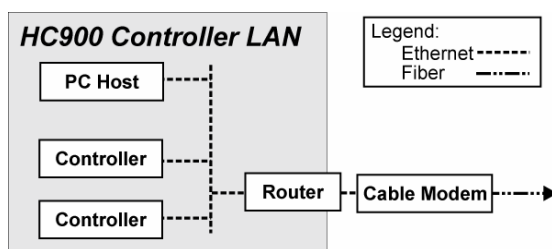

Figura 21 – Installazione tipica utilizzando un modem via cavo
- Installare e configurare un router per fornire isolamento e sicurezza. (Figura 21)